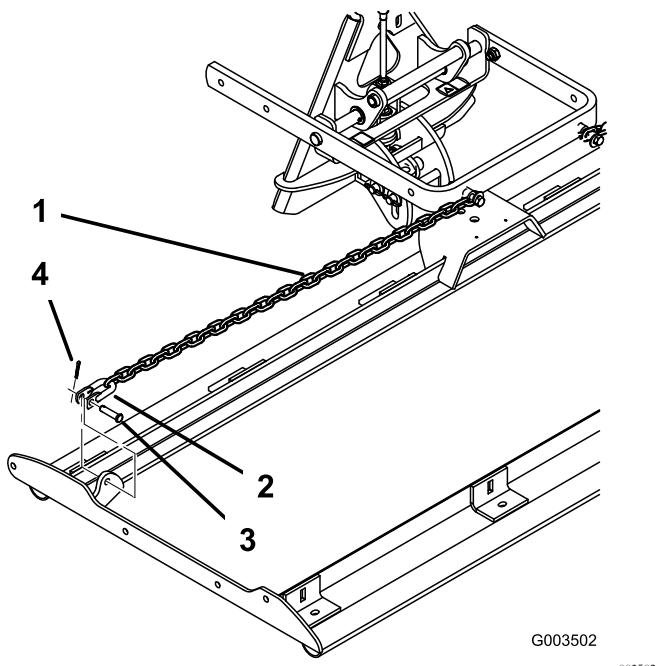

Figura 5
3. Avvitate un anello di trazione attraverso l'anello inferiore di ciascuna catena sul braccio di sollevamento (Figura 5).
Figura 5, utilizzando un perno con testa (3/8 x 1-1/2 poll.) e una coppiglia.